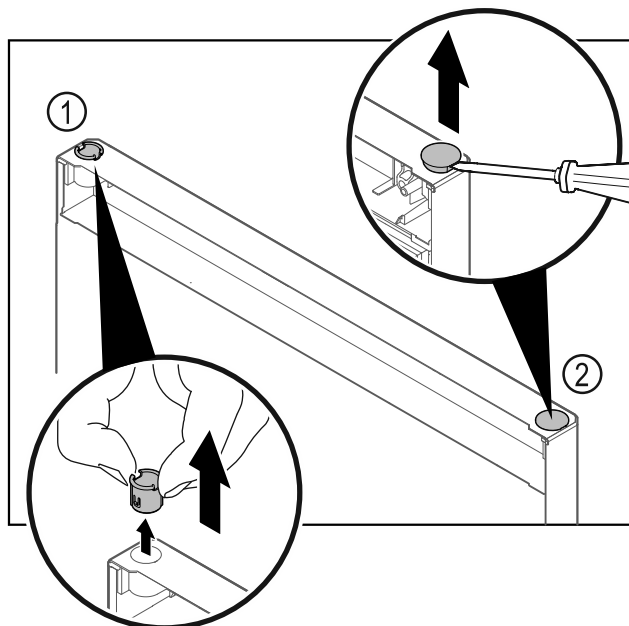

Fig. 18
- Estrarre la boccola cerniera Fig. 18 (1) con le dita.
- Con un cacciavite a testa a intaglio sollevare con cautela il tappo Fig. 18 (2) ed estrarlo.